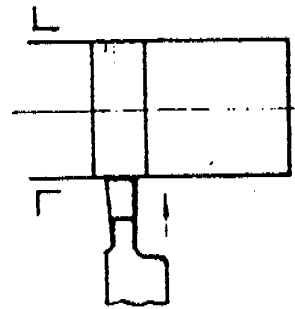

Figura 5
- a. Aproxime la herramienta hasta rozar el material (Figura 5), y tome referencia con el anillo del carro transversal (Figura 6), para controlar la profundidad.